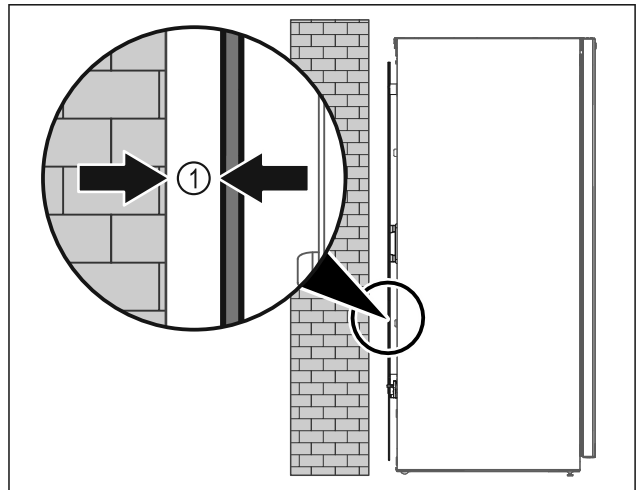

Fig. 5
- ▶ Поставити пристрій в приміщенні окремо або безпосередньо до стіни на відстані 5 мм Fig. 5 (1).